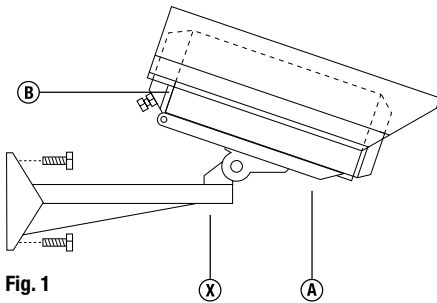

Fig. 1
1. Fissare nella posizione desiderata il supporto (X) usando viti \varnothing 8mm con tasselli appropriati (Fig. 1).
2. Allentare la vite (A) e svitare le due viti (B) con chiave esagonale da 4mm (Fig. 1).